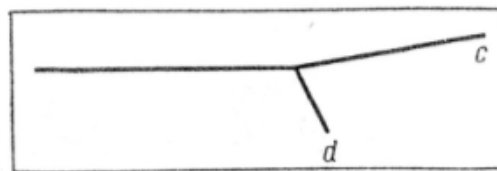

Рис.2
Задание I: Определить массу и вид неизвестной частицы по фотографии трека (рис.2).
2. Наложите на рисунок фотографии (рис.2) листок прозрачной бумаги (прозрачную пленку) и осторожно перенесите на нее трек налетающей частицы и продолжите его.